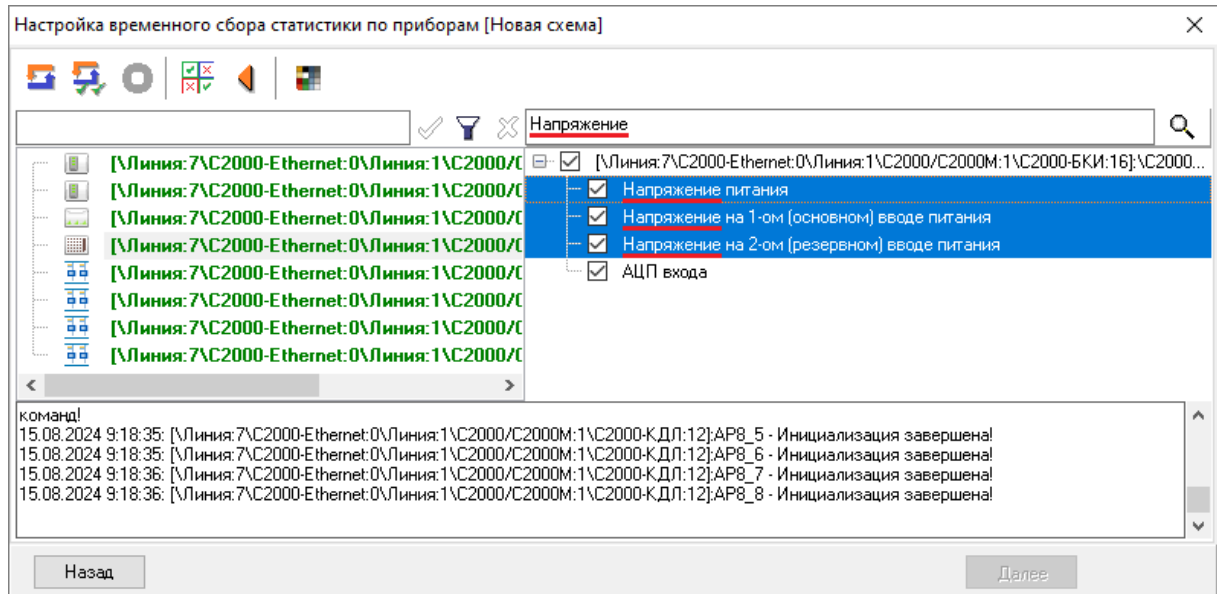

Рисунок 12-146 Результаты поиска в списке параметров для опроса
- если в списке параметров для опроса есть параметры, наименование которых содержит введенное сочетание символов, то они будут выделены в дереве статистики (см. Рисунок 12-146);